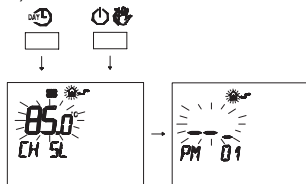

Fig. 2.47
- 2 Одновременно нажать кнопки и для доступа в режим прозрачного программирования ( Fig. 2.47).